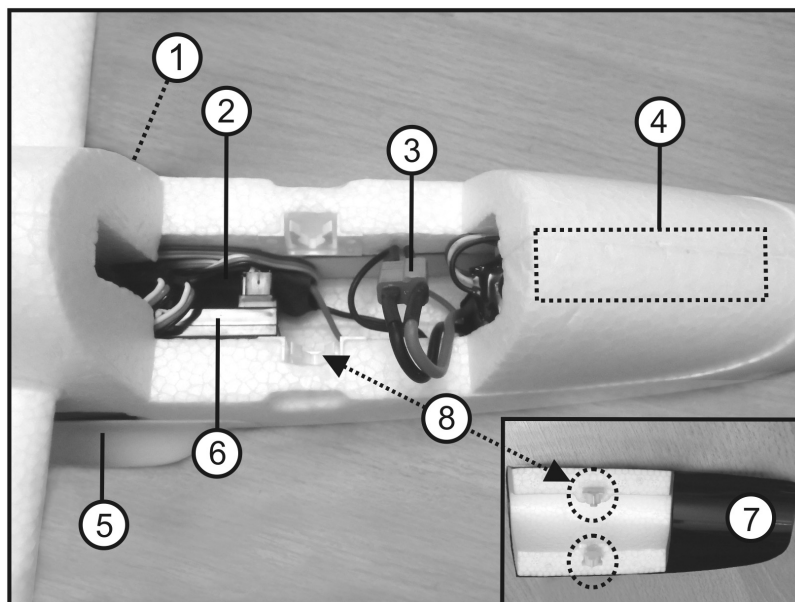

Figura 8
La figura 8 mostra la posizione del servo del timone di quota (1), del regolatore di volo (2), del sistema di connessione (3) tra l'accumulatore di volo e il regolatore (4), del servo del timone di direzione (5) così come la posizione di montaggio laterale del ricevitore (6) sulla fusoliera.
Collegare l'accumulatore al pilota automatico (vedi anche figura 8, pos. 3). Il pilota automatico controlla ora il segnale di controllo „motore spento“ del trasmettitore. A seconda di come è programmato il freno motore, l'operatività del pilota automatico viene segnalata da uno o due segnali acustici.